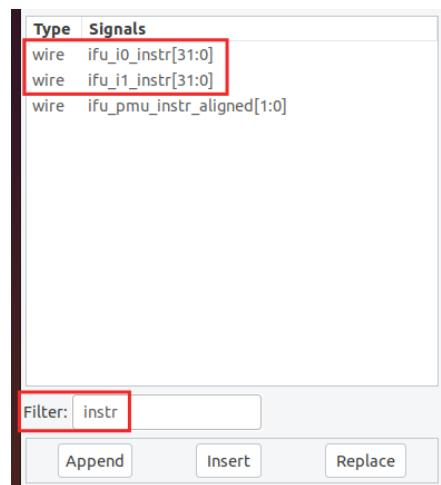

图86. 将信号 **ifu_i0_instr[31:0]** 和 **ifu_i1_instr[31:0]** 添加到时序波形
10. 现在添加信号，这些信号显示在双路超标量RISC-V内核中每一路执行的指令。在同一模块（**ifu**）中查找信号 **ifu_i0_instr[31:0]** 和 **ifu_i1_instr[31:0]**（图86），然后将这些信号拖到黑色“Waves”（波形）窗格中。前缀 **ifu** 表示取指单元，**i0** 表示超标量通路0，**i1** 表示超标量通路1；**instr[31:0]** 表示32位指令。